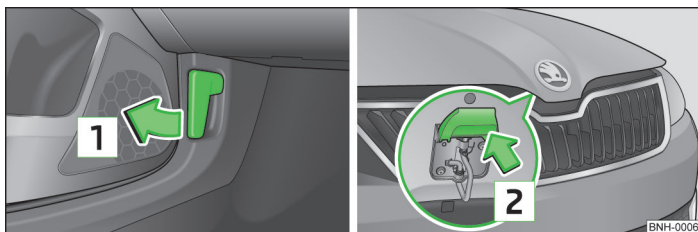

Abb. 96 Motorraumklappe entriegeln
- Am Entriegelungshebel **1** unterhalb der Schalttafel in Pfeilrichtung ziehen » Abb. 96.
- Den Entriegelungshebel in Pfeilrichtung **2** drücken » Abb. 96, die Motorraumklappe wird entriegelt.